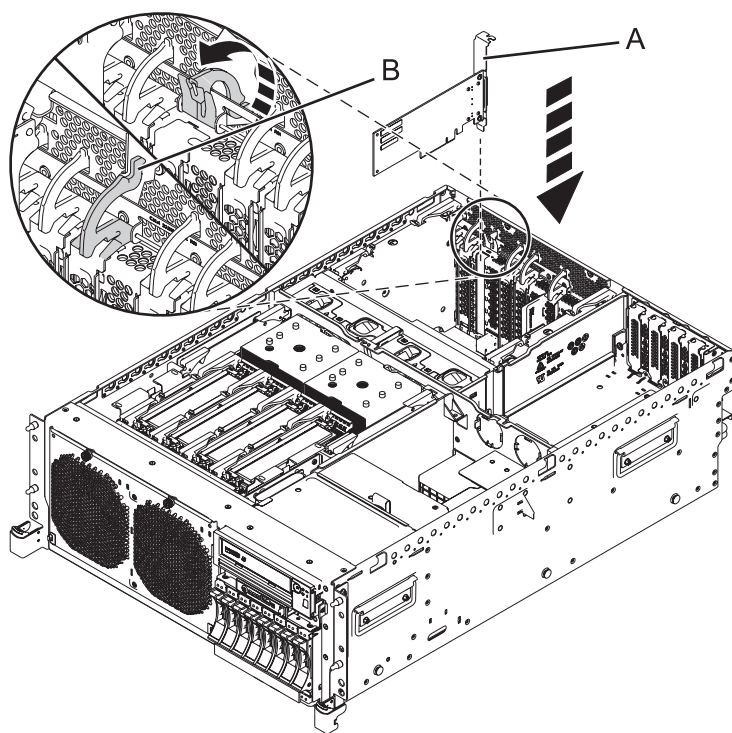
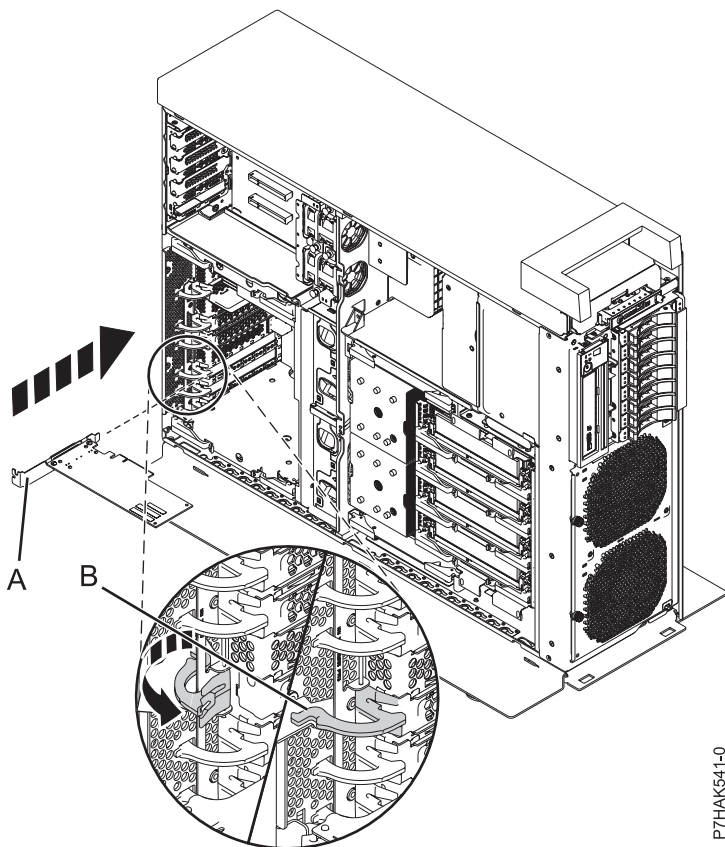

Figura 12. Substituir um adaptador PCI numa unidade do sistema instalada em bastidor
Figura 13. Substituir um adaptador PCI numa unidade de sistema autónoma
16. Puxe o trinco do adaptador (B) para a posição de origem, conforme demonstrado em Figura 12 e Figura 13 na página 18.